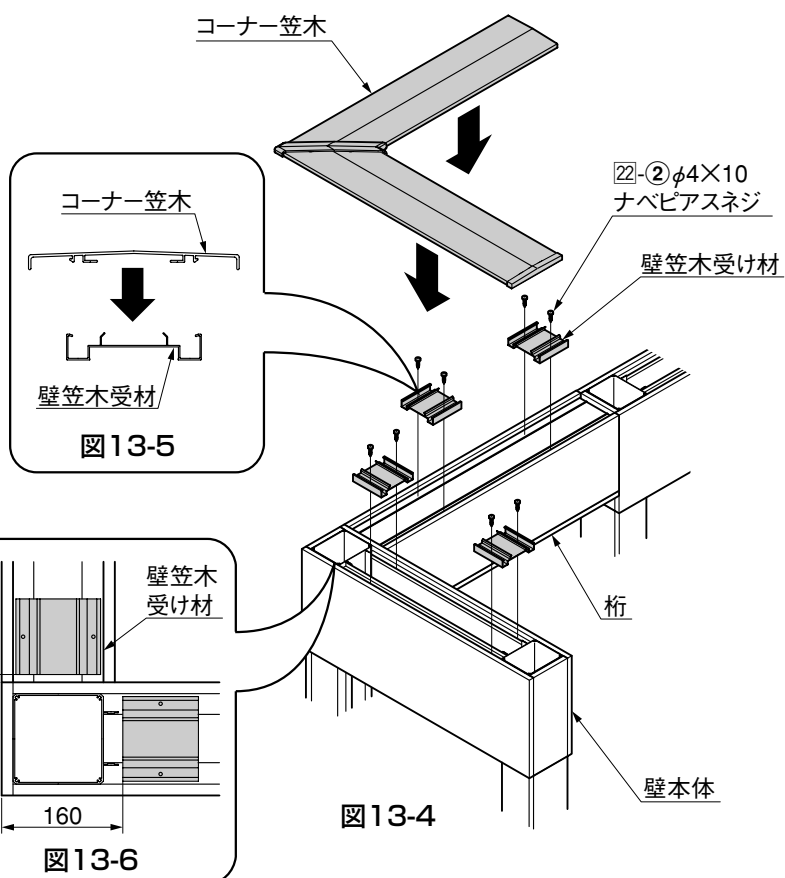

図13-4
- ⑤ 壁笠木受け材を壁本体に22-②で取付けてください。(図13-4参照)